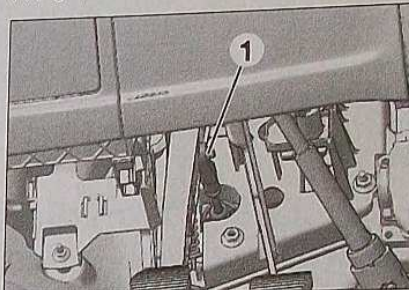

FIG.1
- La tige de poussée de la commande d'embrayage (1) (Fig.1).